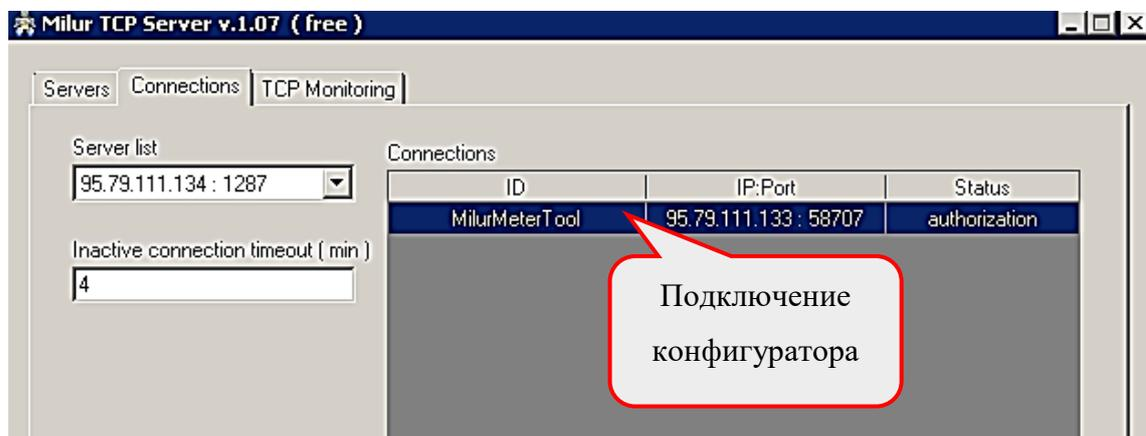
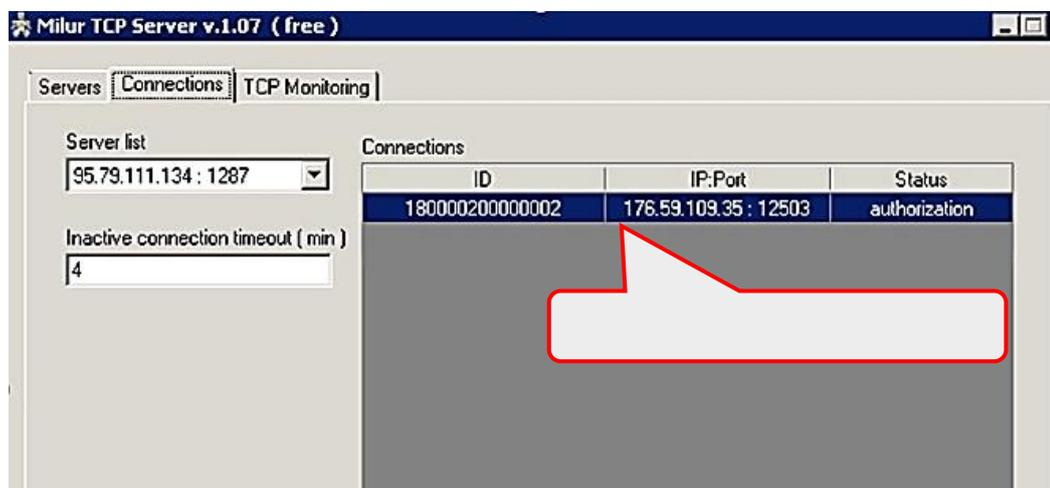

Рисунок 25 – Отображение Конфигуратора счетчиков Милур, подключенного к тестовому TCP-серверу, в Milur TCP Server
Рисунок 26 – Отображение подключения GSM-модуля счетчика к порту TCP-сервера в Milur TCP Server
- в приложении «Milur TCP Server» отобразится подключение Конфигуратора счетчиков Милур MilurMeterTool (рисунок 25) и подключение GSM-модема счетчика с его серийным номером (рисунок 26);
Счетчик с интерфейсом GSM может работать на базе комплекса программно-технического интегрирования систем учета ресурсов «Инфосфера», которое позволяет осуществлять сопряжение счетчиков с центром управления, ретрансляцию сигналов со счетчиков, оснащенных интерфейсами GSM, RF, PLC, RS-485 (рисунок 26).